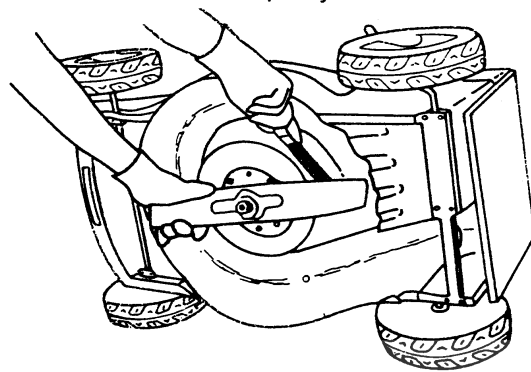
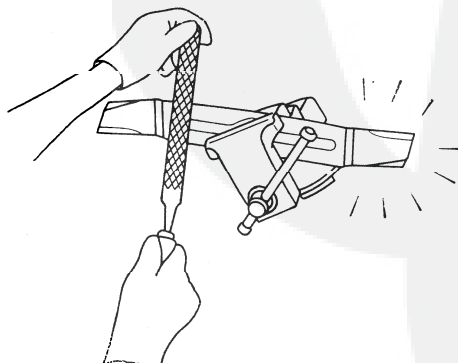

Fig. 20
Fig. 21
Voir Fig. 20 & Fig. 21
2. Portez des lunettes de sécurité. Tenez le couteau comme sur la **Fig. 20**.
2. Fixez le couteau dans un étau robuste. Voir **Fig. 21**.